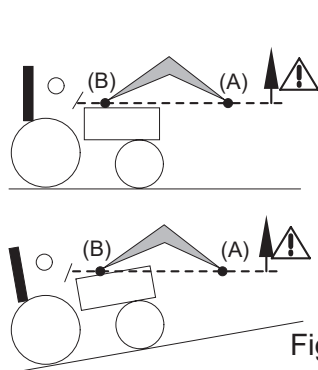

Fig. 2
- Beim Heben und Bewegen ab dem Zeitpunkt, an dem der Schwenkpunkt des Werkzeugs (A) die Horizontale des Schwenkpunkts des Frontladers (B) überschreitet, die Ladung niemals aus den Augen lassen (siehe Abb. 2). Falls erforderlich, die Position des Werkzeugs korrigieren, so dass die Ladung niemals auf den Fahrer gerichtet ist (siehe Abb. 3).
! GEFAHR: Wenn die Last nicht ordnungsgemäß gesichert ist, besteht für den Bediener die Gefahr, dass die Last herunterfällt, wenn der Drehpunkt des Werkzeugs (A) über den horizontalen Drehpunkt des Frontladers (B) hinausragt (siehe Abb. 2).
GEFAHR: Der Frontlader darf nicht angekippt werden, wenn der Drehpunkt des Werkzeugs (A) über den horizontalen Drehpunkt des Frontladers (B) hinausragt (siehe Abb. 2).